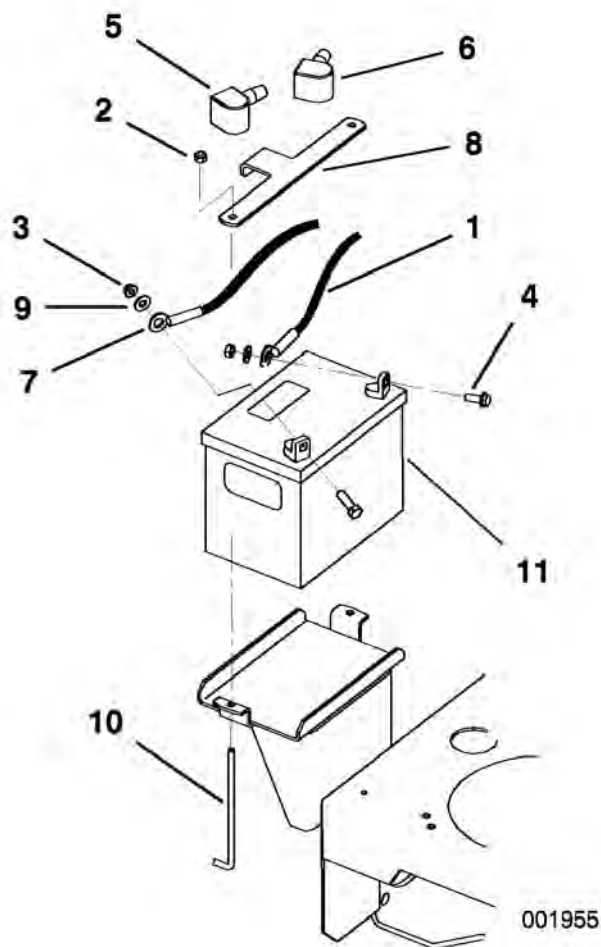

Figura 40
3. Levante la cubierta de goma negra del cable negativo. Desconecte el cable negativo del borne negativo (-) de la batería (Figura 40).
4. Retire la cubierta de goma roja del borne positivo (rojo) de la batería. Luego retire el cable positivo (rojo) de la batería (Figura 40).
5. Retire la pletina de sujeción de la batería (Figura 40), y retire ésta.
1. Coloque la batería en la máquina (Figura 40).
3. Conecte primero el cable positivo (rojo) al borne positivo (+) de la batería con una tuerca, una arandela y un perno (Figura 40). Deslice la cubierta de goma sobre el borne.
4. Luego conecte el cable negativo y el cable de tierra al borne negativo (-) de la batería con una tuerca, una arandela y un perno (Figura 40). Deslice la cubierta de goma sobre el borne.